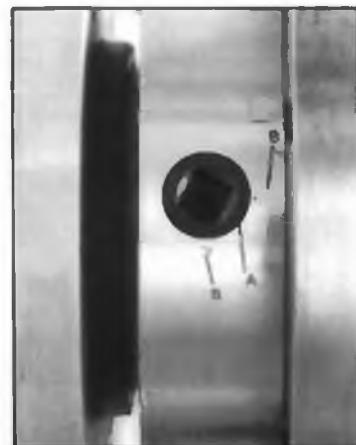

Рисунок 11
- Придерживая патрон, поворачивайте последовательно шесть кулачковых затворов на $\frac{1}{4}$ оборота против часовой стрелки при помощи ключа для снятия зажимного патрона. Риска А должна совпасть с указательной риской I (рис.11).
- Установите патрон на посадочное место на шпинделе. Зафиксируйте патрон, повернув кулачковые затворы на $\frac{1}{4}$ оборота по часовой стрелке. Кулачковые затворы считаются плотно закрученными, если риска А находится между двумя указательными рисками B (рис.11).